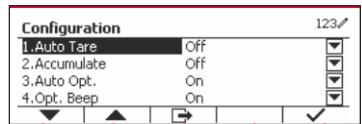

Figure 51
- Appuyez sur le bouton multifonction correspondant à l'icône **☰** pour accéder à la configuration. L'écran de configuration est maintenant affiché. (Voir Figure 51)